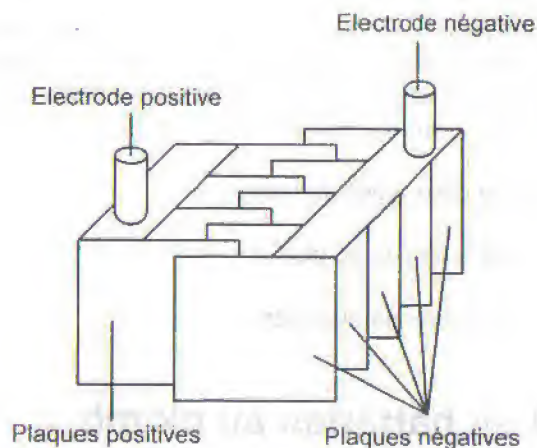

Fig. 1 : Élément de batterie.
Un élément (figure 1) comporte deux groupes de plaques (positives et négatives) entrelacées. Les plaques positives forment l'électrode positive et les plaques négatives forment l'électrode négative. La différence de potentiel entre ces deux électrodes est de deux (02) volts.